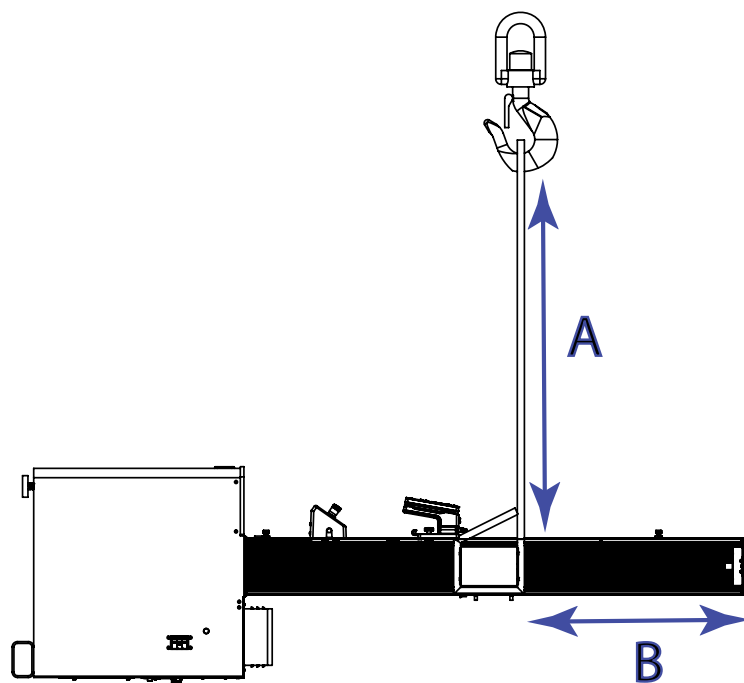

Figure 24. Fixation des élingues de levage
2. Attachez les deux élingues de levage à la traverse et fixez-les au crochet de la grue comme indiqué à la Figure 24 à la page 84 . Si vous utilisez des chaînes au lieu d'élingues, enveloppez la traverse et la plaque supérieure d'un matériau protecteur pour les protéger des rayures et des éraflures.
La longueur de l'élingue (A dans Figure 24 à la page 84) doit être supérieure à la distance requise pour franchir la plaque supérieure (B dans Figure 24 à la page 84). Cela garantit que le crochet n'endommagera pas le bâti pendant le levage.